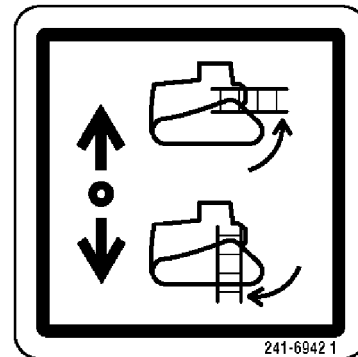

Ilustración 33
5. Pulse el interruptor de la caja de control de la escalera para bajar la escalera a la posición BAJADA. Mantenga presionado el interruptor de la caja de control para continuar el movimiento de bajada de la escalera. Consulte la Ilustración 33.